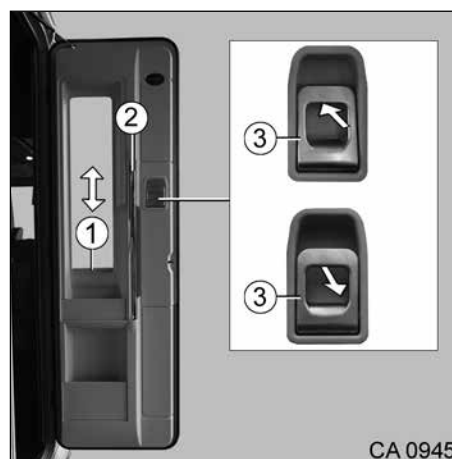

Fig. 31 Intérieur de la portière d'accès
1. Tirer sur la poignée de la porte (Fig. 31, Pos. 2) jusqu'à ce que la porte encliquette.
2. Pousser le levier à poignée (Fig. 31, Pos. 3) dans le creux de la poignée pour verrouiller la porte.
1. Tirer le levier de poignée (Fig. 31, Pos. 3) hors du creux de la poignée pour déverrouiller la porte.
2. En tirant davantage sur le levier de la poignée (Fig. 31, Pos. 3) ouvrir la porte.
- A l'aide de la poignée, tirer le store occultant (Fig. 31, Pos. 1) vers le haut ou vers le bas.